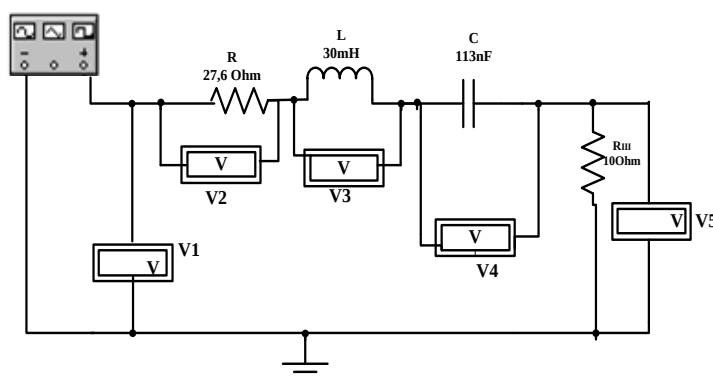

Рисунок 8.1
9.1. Смоделируйте схему (См. Рис. 8.1) и установите номиналы: $R = 100 \text{ Ом}$, $C = 0,2 \text{ мкФ}$.
- 6.3. Схема исследования последовательного контура (См. Рис. 8.1);
- 8.1. Смоделируйте схему (См. Рис. 8.1):